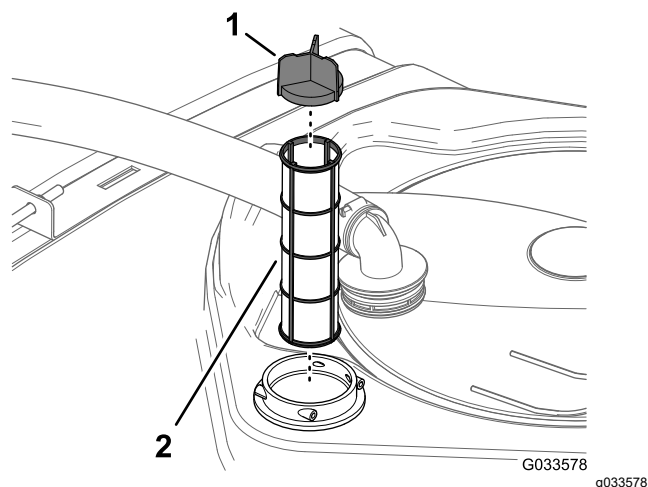

Figura 29
4. Estraiete il filtro di aspirazione dall'alloggiamento del filtro nel serbatoio (Figura 29).